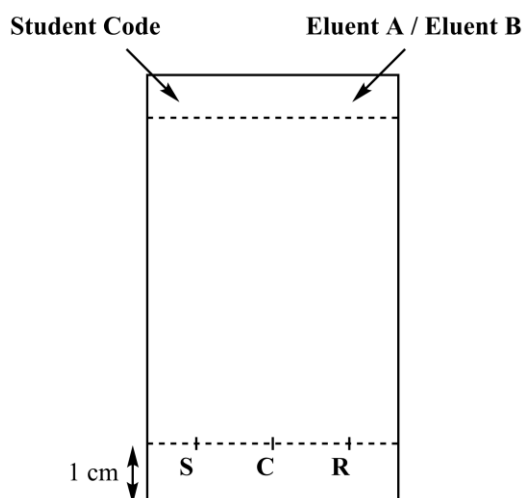

Figura 3. Preparação da placa TLC
3. **Prepare sua placa TLC**. Use um lápis para **desenhar** cuidadosamente a linha de partida (1 cm acima da borda inferior da placa) e **marque** as posições a fim de detectar as 3 amostras. **Rotule-as** como **S** (material de partida), **C** (produto bruto) e **R** (produto recristalizado), como descrito na Figura 3. No canto superior esquerdo da placa, **escreva** seu **Código de estudante**. No canto superior direito da placa, **escreva** o eluente que você usou (primeiro **Eluente A**, depois **Eluente B**). **Aplique** as três amostras na placa, usando capilares.